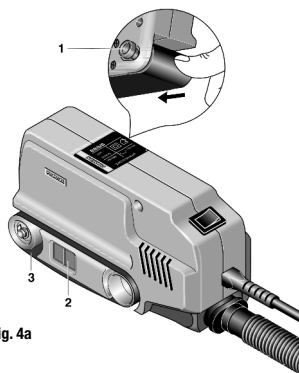

Fig. 4a
1. Die Rändelschraube 1 (Fig. 4a) lösen.